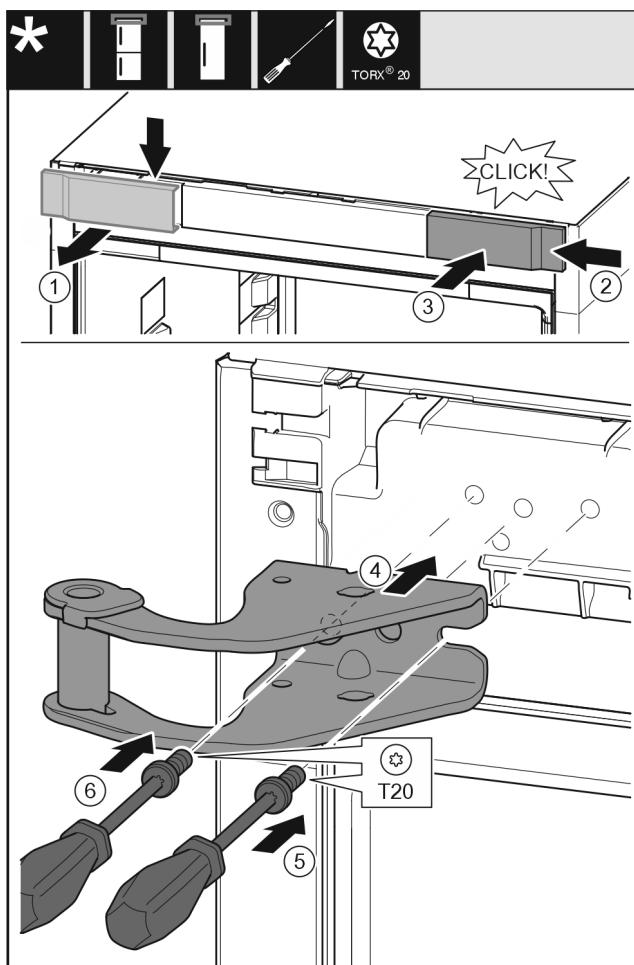

Fig. 14
- Αφαιρέστε το κάλυμμα Fig. 14 (1) από επάνω προς τα εμπρός.
► Αναρτήστε το κάλυμμα Fig. 14 (2) περιστρέφοντας το κατά 180° στην άλλη πλευρά από δεξιά.
► Κουμπώστε το κάλυμμα Fig. 14 (3).
► Τοποθετήστε το επάνω στήριγμα Fig. 14 (4).
► Τοποθετήστε και σφίξτε τη βίδα Fig. 14 (5) με κατσαβίδι και σφίξτε τη.
► Τοποθετήστε και σφίξτε τη βίδα Fig. 14 (6) με κατσαβίδι και σφίξτε τη.